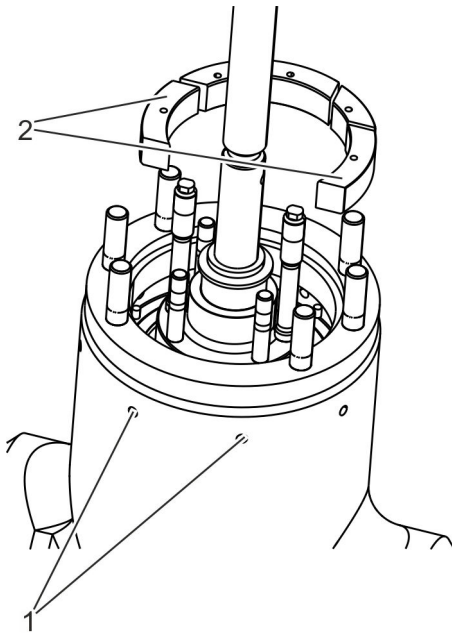

Abb. 28: Segmente entfernen
3. ➤ Segmente (Abb. 28/2) durch äußere Ausstoßbohrungen (Abb. 28/1) mit Splintaustreibwerkzeug nach innen schlagen.
4. ➤ Segmente (Abb. 28/2) entnehmen.